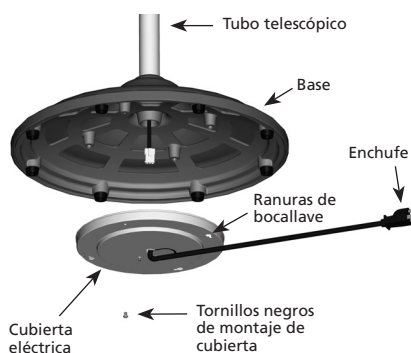

FIGURA 4
11. Coloque la cubierta eléctrica contra la base y alinee las ranuras de bocallave en la cubierta eléctrica con los tres tornillos negros de montaje aflojados en la cubierta de la base. Gire la cubierta eléctrica en sentido antihorario. Vea la Figura 4.